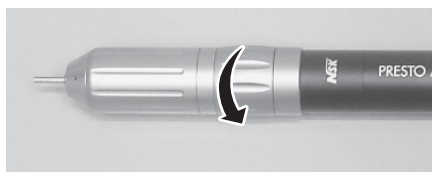

Fig. 14
- 2) Lors du retrait de la fraise, vous pouvez l'enlever en tournant l'anneau de libération de la griffe dans la direction de la flèche de la Fig.14.